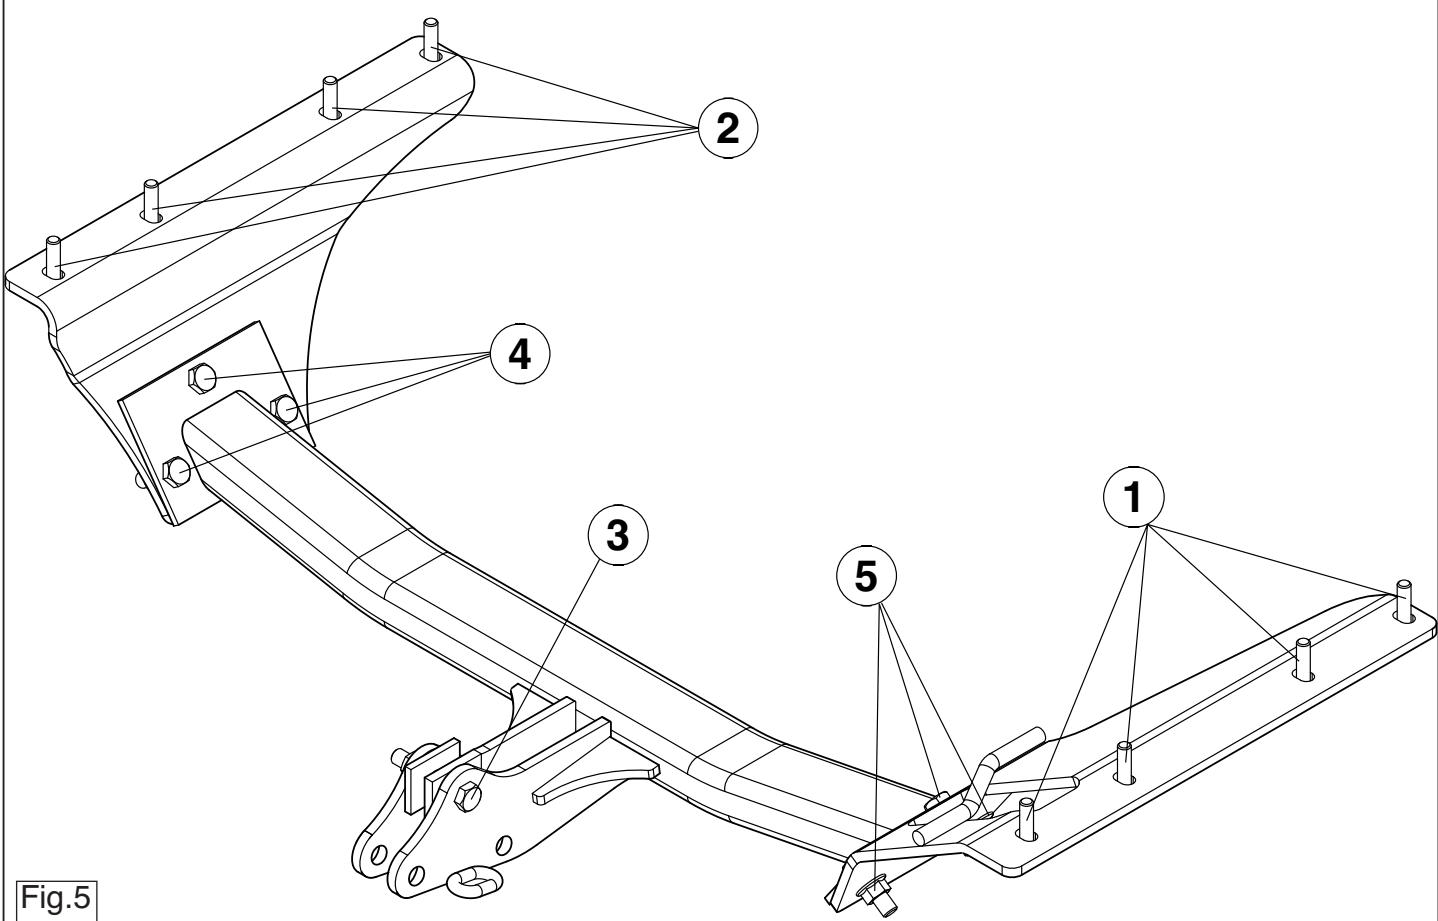

Fig.5
- Затянуть все болты и гайки в соответствии со значениями, указанными на рисунке. См. рисунок 5.